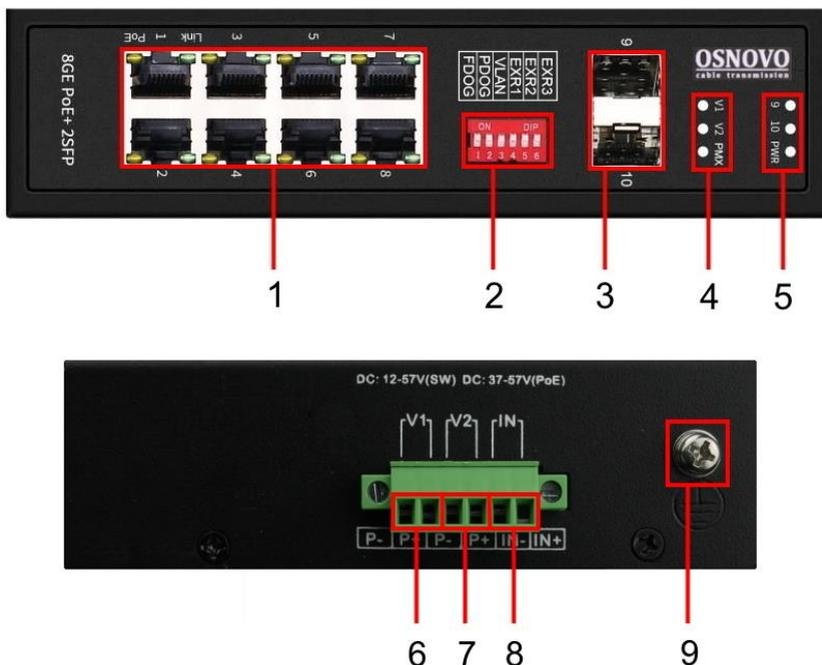

Рис.2 Панели подключения коммутатора SW-80802/I(port 90W 300W)
Таб.2 Установка режимов работы портов коммутатора SW-80802/1(port 90W 300W) с помощью DIP-переключателя ((2) Рис.2).
- Для обеспечения функционирования встроенной грозозащиты необходимо надежно заземлить корпус коммутатора (9) Рис.2.